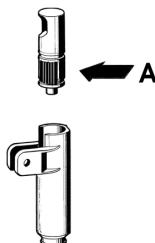

figura 2
- 2** Lubrificare il pistone rubinetto (nella zona A indicata in figura 2) utilizzando esclusivamente **grasso per uso alimentare**.